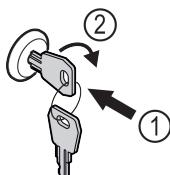

Fig. 178
- Introduceți cheia prin apăsare. Fig. 178 (1)
- Rotiți cheia cu 90° în sensul acelor de ceasornic. Fig. 178 (2)